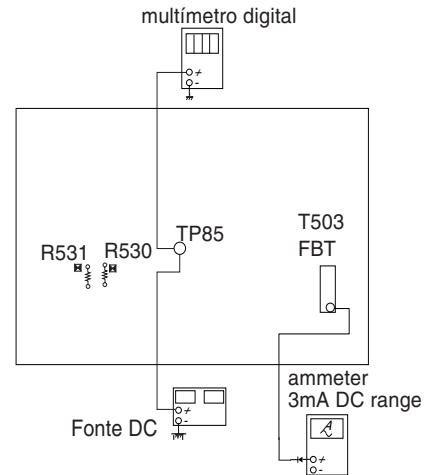

Figure 1
1. Conecte um amperímetro entre o pino 11 do FBT (T503) e a ilha (PWB land) onde o pino 11 normalmente está preso. (veja fig. 1).